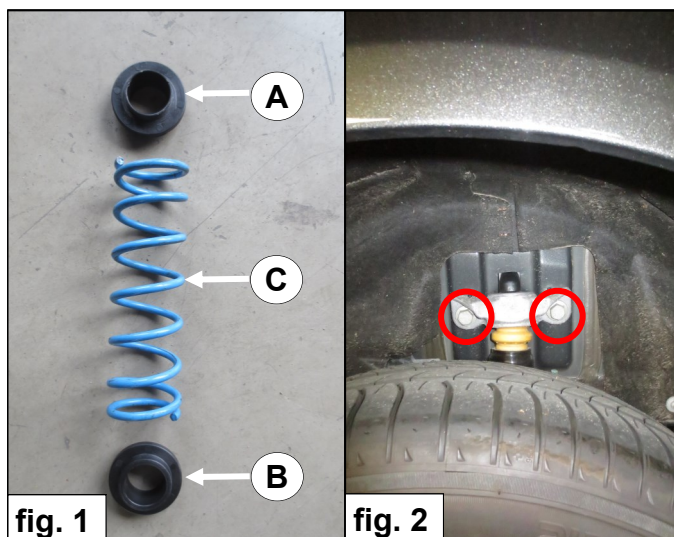

fig. 2
1. Demontieren Sie die Stoßdämpferbolzen. **Achten Sie darauf dass die Bremssslauchen und Die A.B.S. Kabels nicht unter Spannung kommen.** Siehe Fig. 2.
1. Démontez l'écrou inférieur de l'amortisseur. **Veillez à ce que les uyaux de frein et les câbles du système ABS ne soient pas tendus.** Voir fig. 2.
1. Demontera den stötdämpar bulten. Kontrollera så att bromsslagen och kabeln till ABS-sensorn inte kommer under spänning. Se fig. 2.